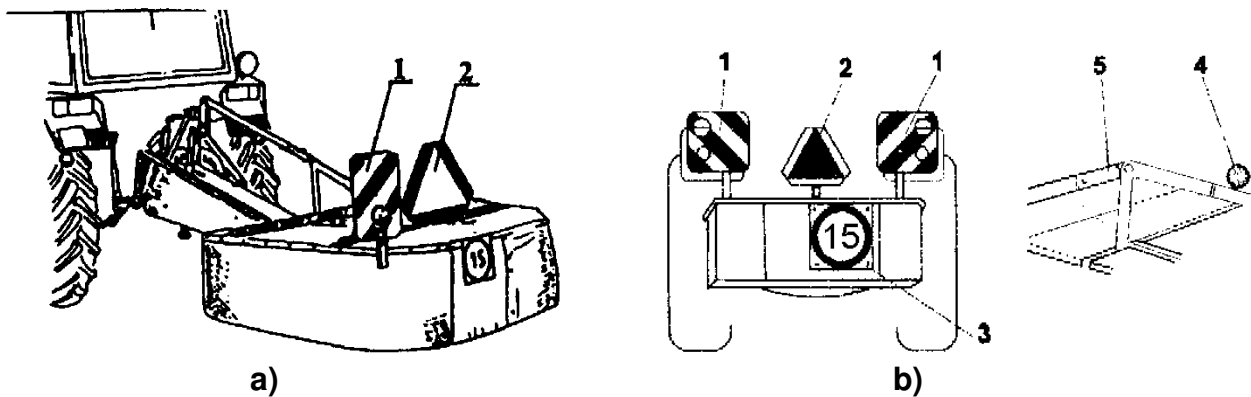

Рис. 12. Косилка Z069 – переезды по дорогам (описание в тексте)
- По время переездов по общественным дорогам на косилке должны быть установлены на кронштейнах (Рис. 12):
- переносная предупредительная таблица (1) с бело-красными полосами, площадью как минимум 1000 см2 с освещением,
- треугольный опознавательный знак для тихоходных транспортных средств (2).
- Скорость переезда не может превышать 15 км/час (3).
Ротационные косилки Z069 и Z069/1 (Рис. 12а) на предупредительном щитке должны иметь красные габаритные огни и круглый красный отражатель.
Ротационная косилка Z069/2 (Рис. 12б) на предупредительном щитке должна иметь сдвоенные огни, круглые красные отражатели, видимые сзади, а также белые габаритные огни, видимые спереди.
Ножи на барабанах должны быть установлены попеременно (так, как показано на рис. 12).